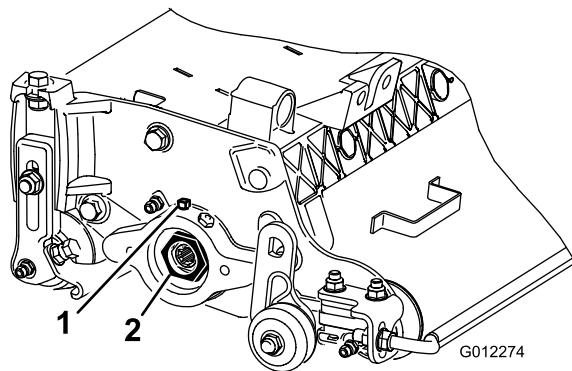

図10
- A. カッティングユニットの左側にあるベアリングハウジングにベアリング調整ナットを固定している固定ネジをゆるめる(図10)。